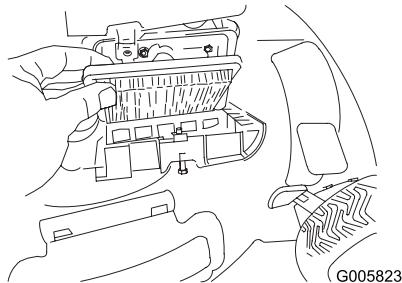

Bild 38
- Tauschen Sie den Luftfilter aus (Bild 38).